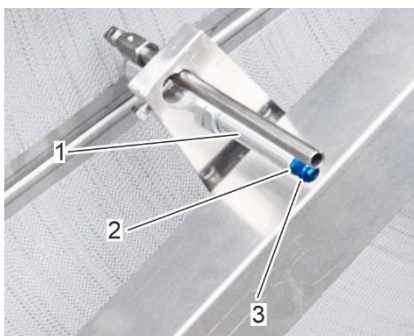

Abbildung 59: Überwurfmutter der Druckluftdüse
2. Lösen Sie die Überwurfmutter (Abbildung 59/3) vom Einschraubbolzen (Abbildung 59/2) an der Druckluftdüse (Abbildung 59/1).